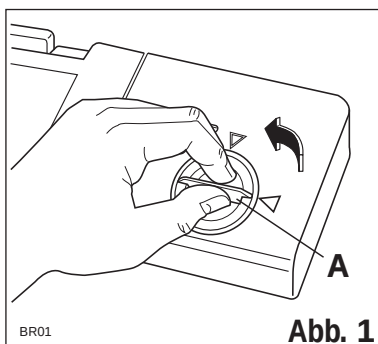

Abb. 1
2. Deckel des Vorratsbehälters um $\frac{1}{4}$ Umdrehung entgegen dem Uhrzeigersinn drehen und abnehmen. (Abb. 1)